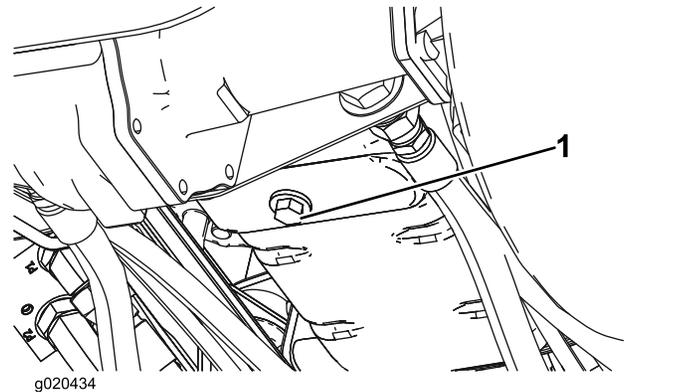

Bild 48
- Entfernen Sie die Ablassschraube (Bild 48) und lassen Sie das Öl in die Auffangwanne ab.